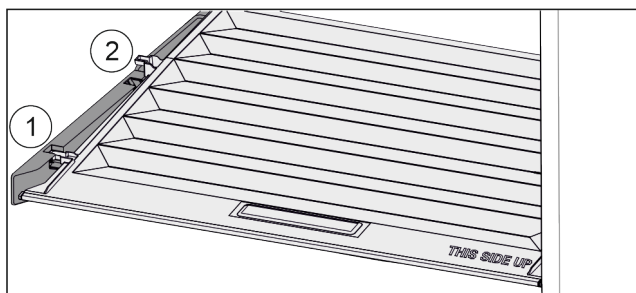

Fig. 131
- ▶ Tõmmake kaant kuni avanemiseni hoidedetailides ettepoole Fig. 131 (1).
- ▶ Tõstke tagant altpoolt üles ja võtke ülespoole ära Fig. 131 (2).